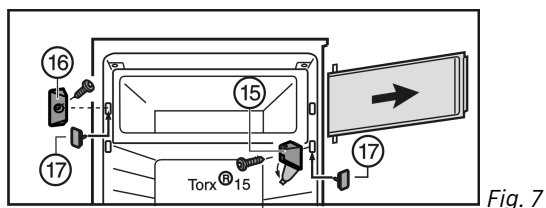

Fig. 7
- ▶ Zasukajte pokrov na ležajnem podstavku *Fig. 7 (15)*.
- ▶ Odvijte ležajni podstavek *Fig. 7 (15)* z vrati predala.
- ▶ Odvijte zapiralo *Fig. 7 (16)*.
- ▶ Nastale luknje zaprite s priloženimi čepi *Fig. 7 (17)*.